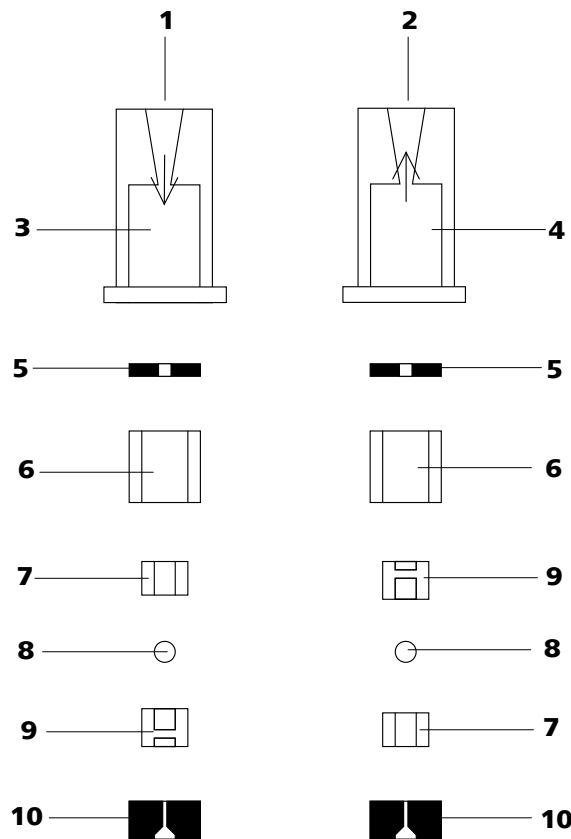

Figura 36 Componentes de la válvula de entrada y de la válvula de salida
- Las válvulas de entrada y de salida están integradas por los mismos componentes, que solamente están dispuestos de forma diferente (véase figura 36, página 67).
Vuelva a montar los componentes de la válvula *según la figura 36, página 67*.
- Coloque los componentes restantes de la válvula en orden correcto (*véase figura 36, página 67*) uno encima del otro
En caso contrario, se deberá volver a desmontar la válvula y montarla correctamente (*véase figura 36, página 67*).